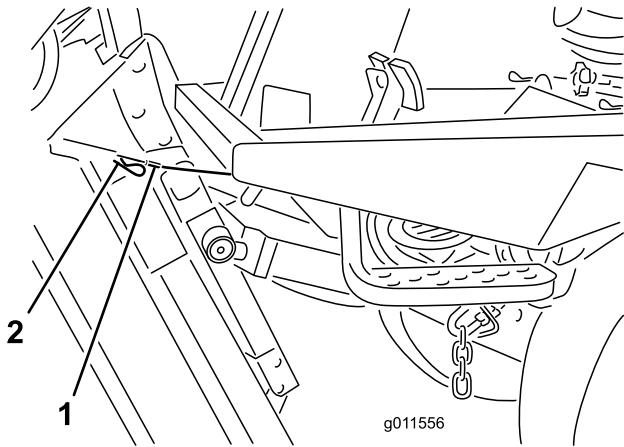

Figure 80
6. Tout en maintenant le plateau à la verticale, placez l'extrémité du câble sur l'axe du bras de relevage et fixez-le en position à l'aide de la goupille fendue (Figure 80).